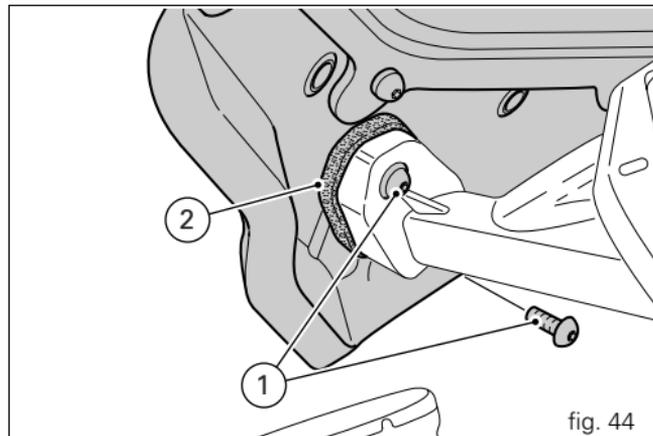
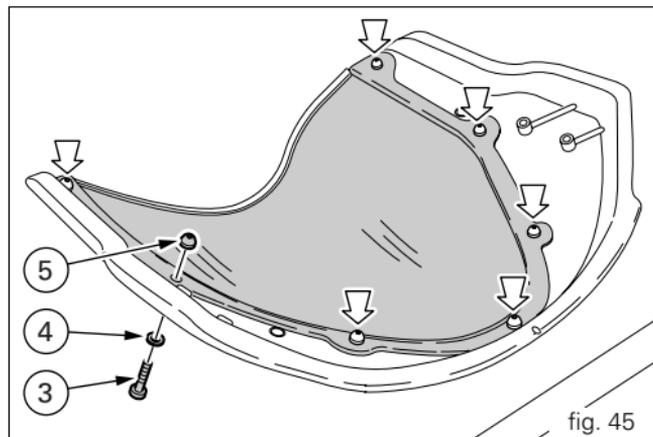

fig. 44
fig. 45
Retire a cúpula móvel juntamente com o pára-brisas (fig. 44). Para substituir o pára-brisas, desaperte com a respectiva chave torx os parafusos (3) com anilha em nylon (4), mantendo bloqueadas as porcas de borracha (5) pelo interior da cúpula (fig. 45).